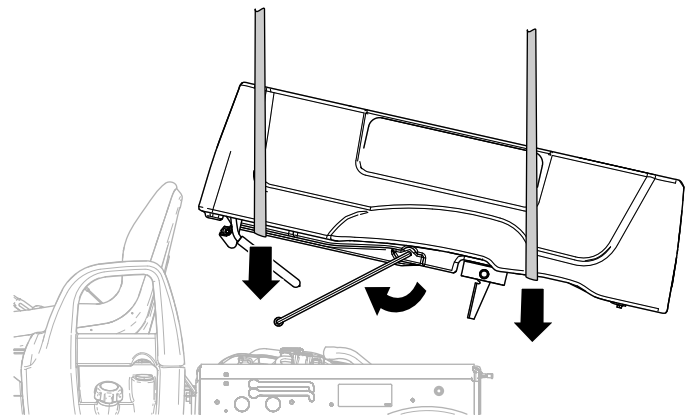
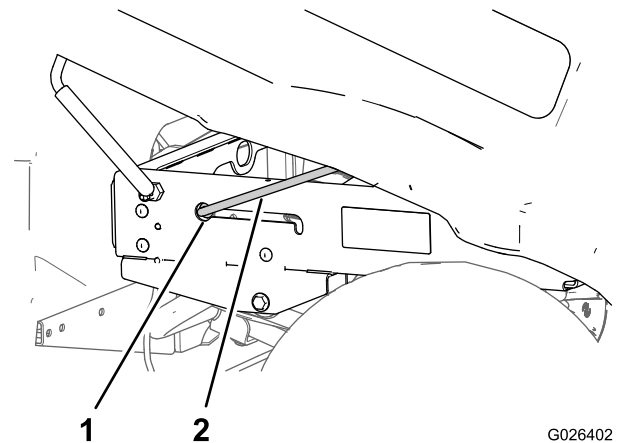

図 13
図 14
1. ヒンジブラケットアセンブリと支え棒が下になるように荷台を裏返しにする 図 13。
2. 荷台の前後にホイストなどの昇降装置を使って荷台を吊り上げ、ヒンジブラケットアセンブリを後ろ側にむけて、車体に装着できるように位置合わせを行う 図 13。
3. 支え棒の短い方の脚が左フレームのチャンネルのスロットまたは支え棒ブラケットのスロットのディテントスロットにそろうように、昇降装置の高さおよび位置を調整する 図 13。
4. 支え棒を前に倒し、短い方の脚をキーディテントスロットに入れる 図 13 と 図 14。
5. 荷台と支持棒を後ろにずらして、ヒンジブラケットアセンブリを後フレームのチャンネルに整列させる 図 14。